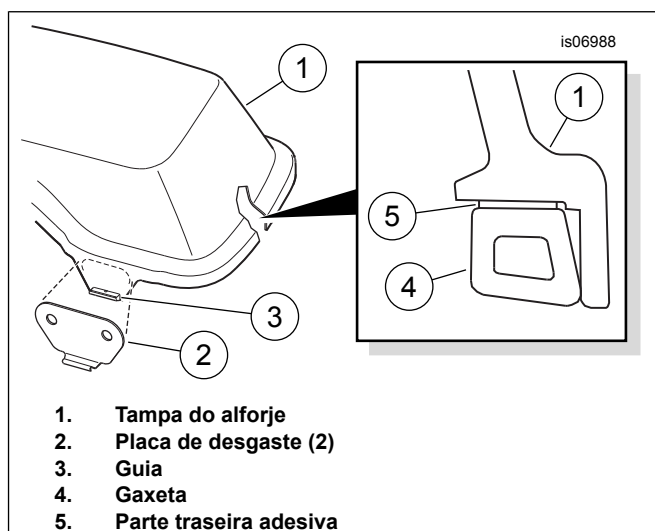

Figura 3. Montagem das placas de desgaste e da gaxeta na tampa do alforje
2. Veja Figura 3. Remova a película da parte traseira adesiva de uma das placas de desgaste (2). Posicione cuidadosamente a placa de desgaste na tampa do alforje (1), centralizando-o na guia (3) e pressione firmemente no local adequado. Mantenha a placa de desgaste na posição com uma pressão firme por aproximadamente 1 minuto. Repita com a segunda placa de desgaste na outra extremidade da tampa.
- Oriente a gaxeta com a **borda alta** voltada para a aba externa da tampa, conforme exibido em Figura 3.
4. Remova gradualmente a película da parte traseira adesiva (Figura 3, item 5) da gaxeta (4) da tampa do alforje conforme a gaxeta é pressionada no local adequado ao redor do perímetro interno da tampa (1), como exibido.